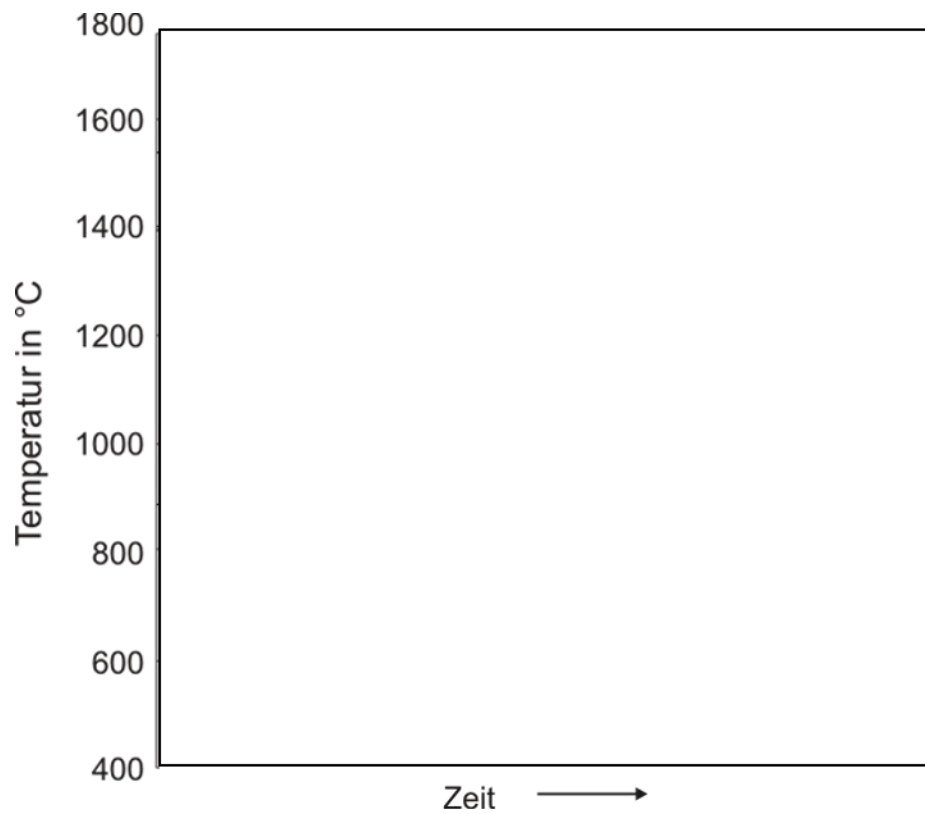

Abbildung 1:
- b) Wie ist die Polymorphie des Eisens nachweisbar? Skizzieren Sie einen geeigneten Messschrieb mit den charakteristischen Werten für Eisen in Abbildung 1 und geben Sie die Phasenfelder an! (3,5 Punkte).